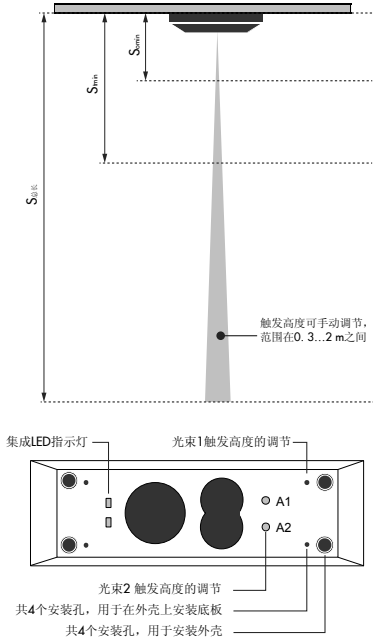

图 4: 产品的工作距离及触发高度
5. 设定触发高度 (参见图4)
6. 设定触发高度(参见图4)
5. 设定触发高度(参见图4)